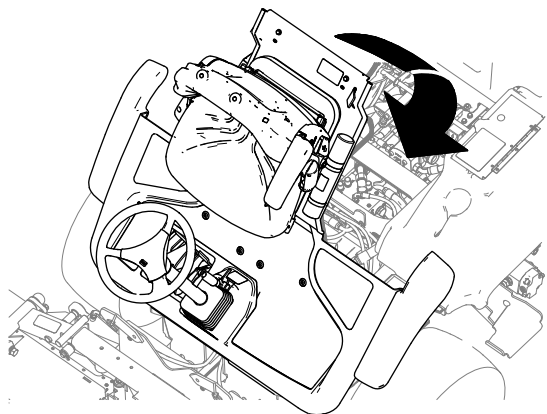

Bild 12
1. Senken Sie die Plattform vorsichtig ab (Bild 12).